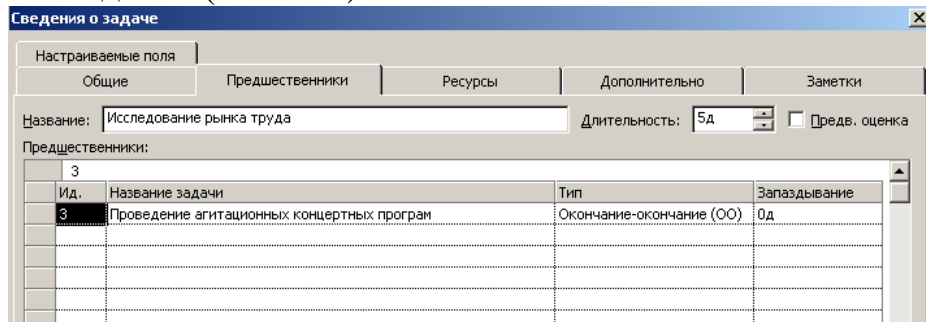

Рис. 3.9. – Вкладка Предшественники діалогу «Сведения о задаче»
- Натиснути мишкою на вкладку «Предшественники», щоб вибрати необхідне вкладення (Рис. 3.9.)